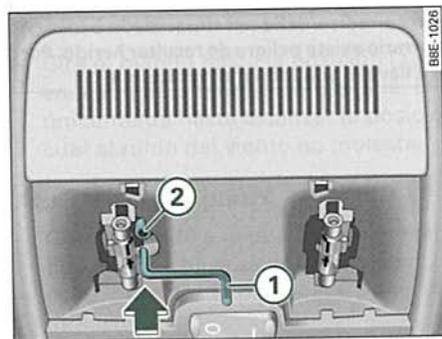

Fig. 61 Detalle del revestimiento del techo: Manivela para accionamiento de emergencia
- Introduzca la manivela ① en el orificio hexagonal ② hasta llegar al tope ⇒ fig. 61 .